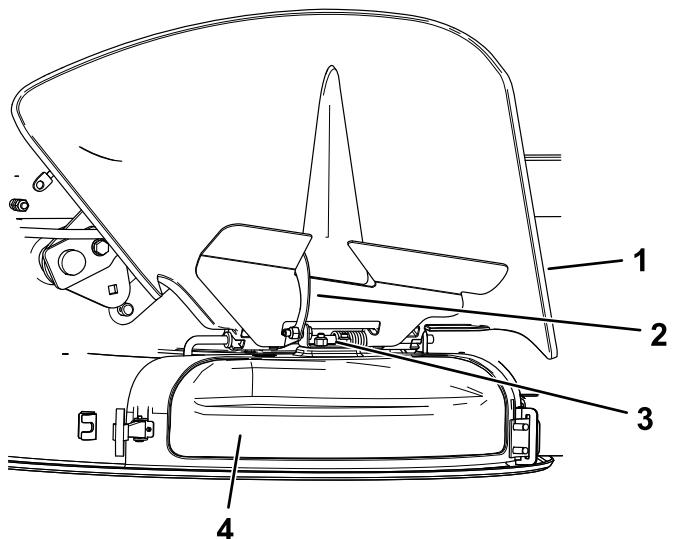

Figura 16
4. Solte o trinco em forma de gancho na parte superior da cobertura de descarga da haste de articulação (Figura 16).
- Na parte superior da cobertura de descarga, engate o trinco em forma de gancho em torno da haste de articulação do conjunto do defletor (Figura 16).